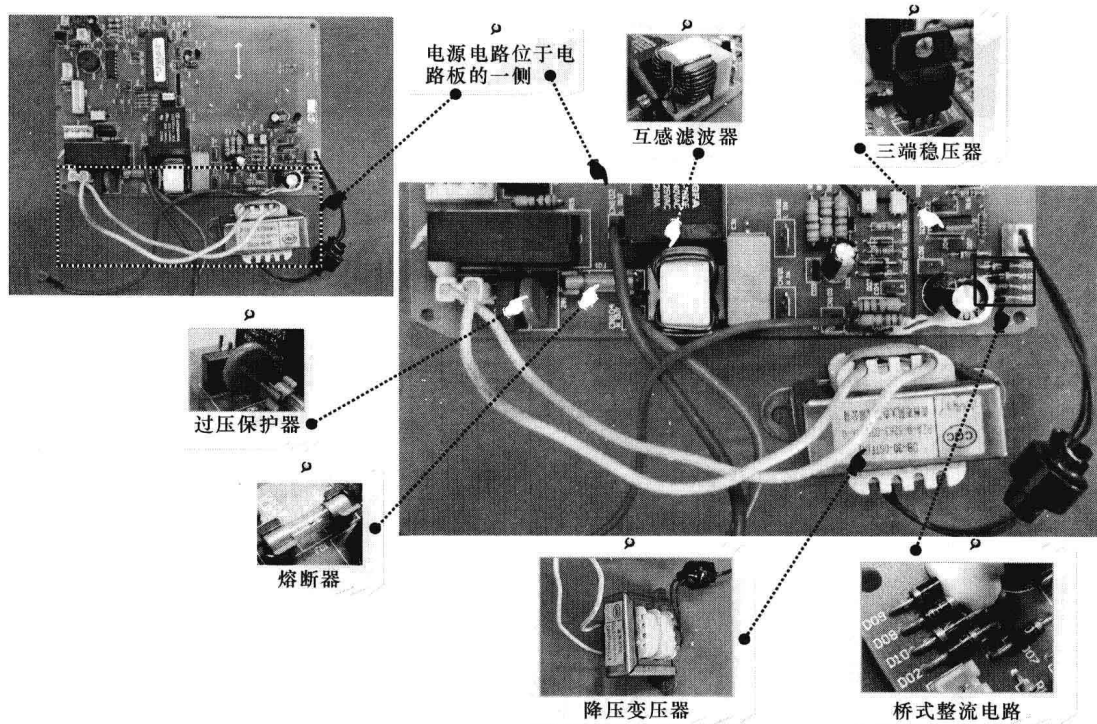

图 1-11 空调器室内机的电源电路
① 电源电路。空调器室内机电源电路一般位于主电路板的一侧,如图 1-11 所示,主要由熔断器、过压保护器、互感滤波器、滤波电容、降压变压器、三端稳压器及桥式整流电路等部件组成。